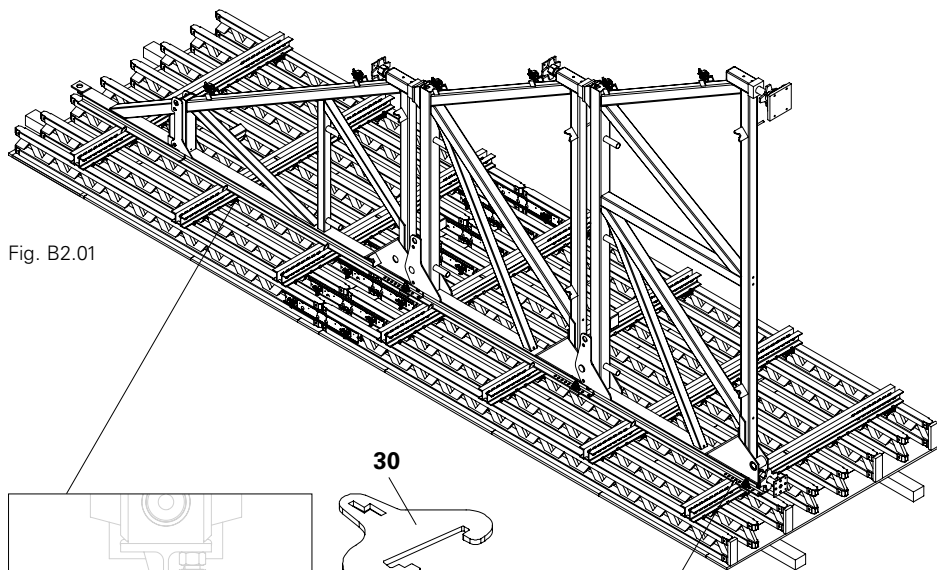

Fig. B2.01
7. Rinforzare i contrafforti con il tubo di impalcatura (orizzontale o verticale), vedi B3. (Fig. B2.01 – B2.01c)